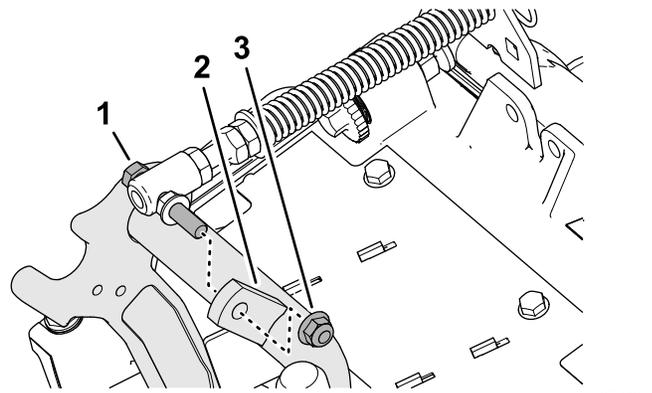

Figura 19
3. Rimuovete il dado di bloccaggio flangiato ($\frac{3}{8}$ " che fissa il bullone senza dado della molla di compensazione per il manto erboso all'aletta destra del telaio portante e rimuovete la molla di compensazione dall'apparato di taglio (**Figura 19**).